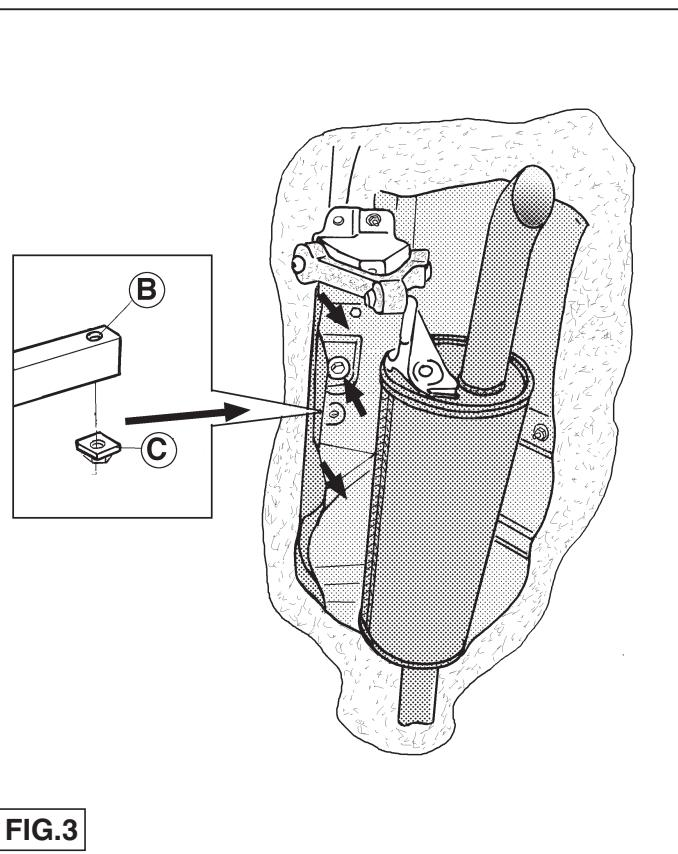
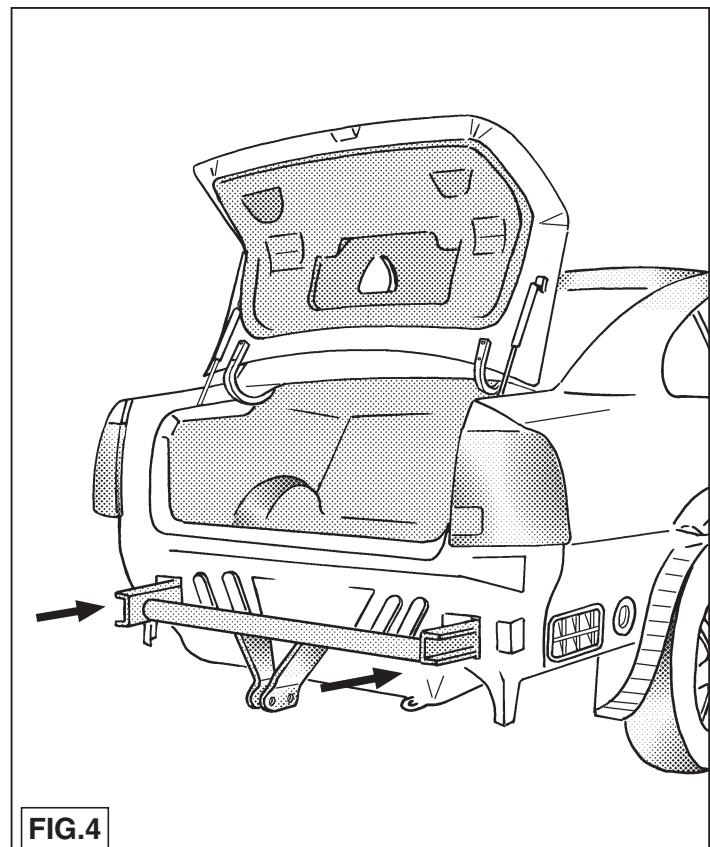

FIG.3
FIG.4
nut plate C, spring washers, flat washers, in order to position should be moved downwards, as indicated in fig.3, in order to position nut plate C, spring washers, flat washers. On the left, the heat shield should be removed. Attach two M10x100 bolts at points B, including this should be removed. The holes B are covered underneath with a sticker, and flat washers. The holes B are covered underneath with a sticker; and this should be removed. The holes B are covered underneath with a sticker; and this should be removed. The holes B are covered underneath with a sticker;
fig.4. Attach two M10x100 bolts at points A, including spring washers and flat washers. The holes B are covered underneath with a sticker; and this should be removed. The holes B are covered underneath with a sticker;
2. Détacher le bouclier thermique à l'emplacement des points indiqués sur la fig.3.
3. Faire glisser les supports de l'attache-remorque dans le châssis à gauche et à droite, conformément à la fig.4. Fixer à l'emplacement des points A deux boulons M10x100, y compris les rondelles de blocage et les rondelles grower. Le dessous des trous B est recouvert d'un adhésif qui devra être retiré. Fixer à l'emplacement des points B deux boulons M10x100, y compris le contre-écrou C, les rondelles de blocage et
les rondelles grower. A gauche, il faudra déplacer le bouclier thermique vers le bas, conformément à la fig.3, afin de pouvoir placer le contre écrou C. Serrer tous les boulons et écrous conformément au tableau.
5. Skyd - følg fig.4 - Vægtere ved punktene A til både M10x100 inklusiv plan-høje chassis. Montér ved punktene B ved venstre side af det venstre af dækstykke og - følg fig.3 - lad ned.
6. Demontér varmeskjoldet ved det i fig.3 anvisne punkt.
7. Så bundmåttet bagagerummet tilbage og fjern - ifølge fig.4.
6. Demontér varmeskjoldet fra chassiset ved punktene C i følge fig.3. For at sedan kunna placera gängplattan C. Sætter fast gängplattan C på den ene delen af planbrickor. Til venstre måste væsanade muttar (se skiss) være fastsatt før man kan placera gängplattan C.
8. Sæt tillbaka varmeskjoldet fra chassiset ved punktene C i følge fig.3. For at sedan kunna placera gängplattan C på den anden del af planbrickor. Til højre måtte væsanade muttar (se skiss) være fastsatt før man kan placera gängplattan C.
10. Sæt tillbaka varmeskjoldet fra chassiset ved punktene C i følge fig.3. For at sedan kunna placera gängplattan C på den anden del af planbrickor. Til højre måtte væsanade muttar (se skiss) være fastsatt før man kan placera gängplattan C.
12. Sæt tillbaka varmeskjoldet fra chassiset ved punktene C i følge fig.3. For at sedan kunna placera gängplattan C på den anden del af planbrickor. Til højre måtte væsanade muttar (se skiss) være fastsatt før man kan placera gängplattan C.
13. Sæt tillbaka varmeskjoldet fra chassiset ved punktene C i følge fig.3. For at sedan kunna placera gängplattan C på den anden del af planbrickor. Til højre måtte væsanade muttar (se skiss) være fastsatt før man kan placera gängplattan C.
14. Sæt tillbaka varmeskjoldet fra chassiset ved punktene C i følge fig.3. For at sedan kunna placera gängplattan C på den anden del af planbrickor. Til højre måtte væsanade muttar (se skiss) være fastsatt før man kan placera gängplattan C.
15. Sæt tillbaka varmeskjoldet fra chassiset ved punktene C i følge fig.3. For at sedan kunna placera gängplattan C på den anden del af planbrickor. Til højre måtte væsanade muttar (se skiss) være fastsatt før man kan placera gängplattan C.
16. Sæt tillbaka varmeskjoldet fra chassiset ved punktene C i følge fig.3. For at sedan kunna placera gängplattan C på den anden del af planbrickor. Til højre måtte væsanade muttar (se skiss) være fastsatt før man kan placera gängplattan C.
17. Sæt tillbaka varmeskjoldet fra chassiset ved punktene C i følge fig.3. For at sedan kunna placera gängplattan C på den anden del af planbrickor. Til højre måtte væsanade muttar (se skiss) være fastsatt før man kan placera gängplattan C.
18. Sæt tillbaka varmeskjoldet fra chassiset ved punktene C i følge fig.3. For at sedan kunna placera gängplattan C på den anden del af planbrickor. Til højre måtte væsanade muttar (se skiss) være fastsatt før man kan placera gängplattan C.
19. Sæt tillbaka varmeskjoldet fra chassiset ved punktene C i følge fig.3. For at sedan kunna placera gängplattan C på den anden del af planbrickor. Til højre måtte væsanade muttar (se skiss) være fastsatt før man kan placera gängplattan C.
20. Sæt tillbaka varmeskjoldet fra chassiset ved punktene C i følge fig.3. For at sedan kunna placera gängplattan C på den anden del af planbrickor. Til højre måtte væsanade muttar (se skiss) være fastsatt før man kan placera gängplattan C.
21. Sæt tillbaka varmeskjoldet fra chassiset ved punktene C i følge fig.3. For at sedan kunna placera gängplattan C på den anden del af planbrickor. Til højre måtte væsanade muttar (se skiss) være fastsatt før man kan placera gängplattan C.
- Desprender el escudo térmico a la altura del punto indicado en la fig.3.
- Deslizar adentro del chasis izquierdo y derecho los soportes del gancho de remolque de acuerdo con la fig.4. Fijar a la altura de los puntos A dos tornillos M10x100 inclusive arandelas grover y planas. Los orificios B están tapados en el lado inferior por medio de un adhesivo que hay que retirar. Fijar a la altura de los puntos B dos tornillos M10x100 inclusive arandela C, arandelas grover y planas. A la izquierda se moverá hacia abajo el escudo térmico de acuerdo con la fig.3, para luego poder colocar la arandela C. Apretar todos los tornillos y tuercas de acuerdo con la tabla.
livello dei punti B. A sinistra è necessario muovere verso il basso lo scudo termico, come indicato in fig.3, al fine di potere inserire la contropiastra C. Serrare tutti i dadi e bulloni alle coppie di serraggio indicate in tabella.
- Staccare lo scudo termico a livello del punto indicato in fig.3.
- Inserire i sostegni del gancio traino nei montanti destro e sinistro del telaio, come indicato in fig.4. Inserire due bulloni M10x100, completi di rondelle e rondelle elastiche, a livello dei punti A. I fori B sono chiusi alla base con un adesivo che deve essere rimosso. Inserire due bulloni M10x100, completi di contropiastra C, rondelle e rondelle elastiche, a